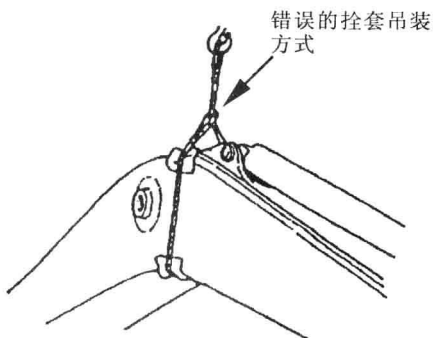

图 1-4 示意图 (3)
6) 当挂装货物时,尼龙吊索与货物不得有间隙,如图 1-4 所示。